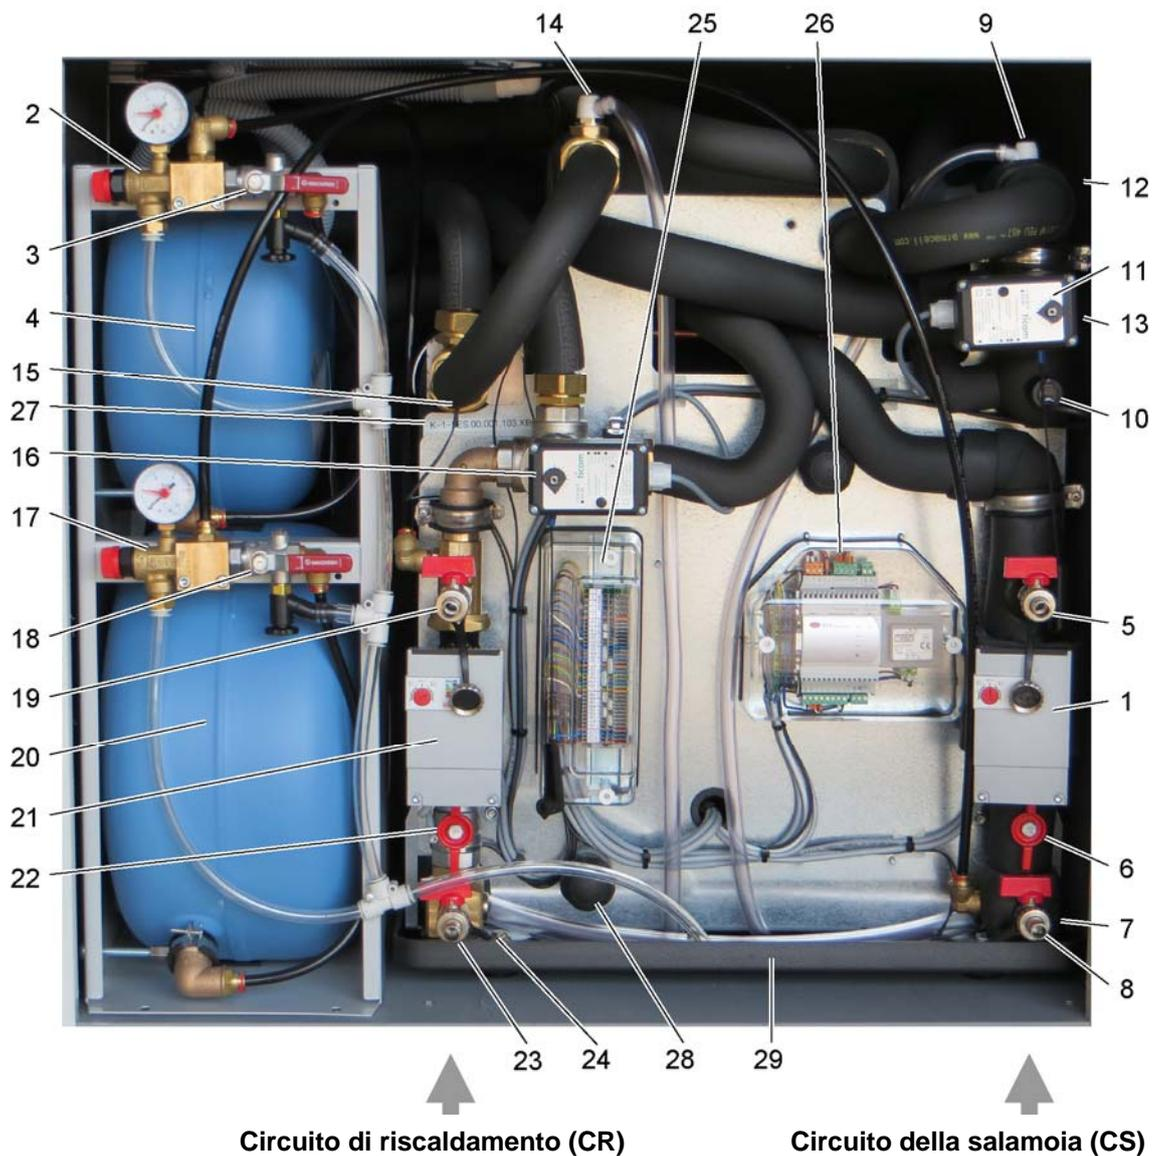

Fig. 4 Collegamenti e componenti nel modulo idraulico/pompa di calore
Numero modello della pompa di calore vedi Fig. 4, pos. 27.